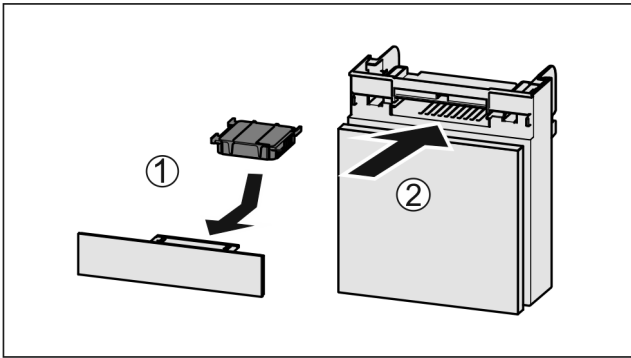

Fig. 73
- ▶ Inserte Fig. 73 (1) el filtro de carbón activado según se indica en la ilustración.
- ▶ Inserte Fig. 73 (2) el compartimento.